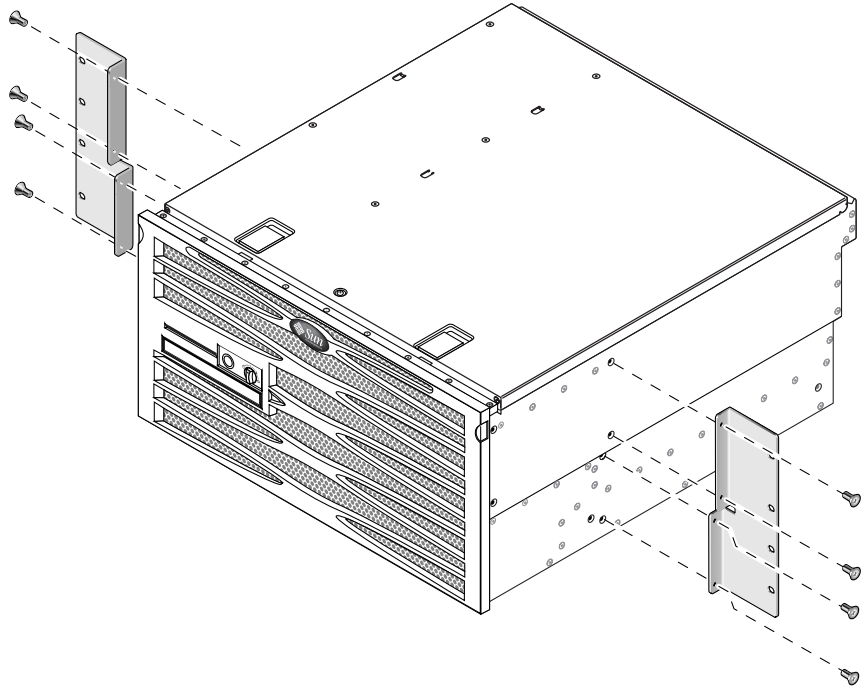

FIGURA 3-24 Fissaggio delle staffe laterali al lato del server
2. Utilizzando otto delle viti a testa troncoconica Phillips M5 × 8 mm (quattro per ciascuna staffa), fissare le staffe laterali ai lati del server (FIGURA 3-24).